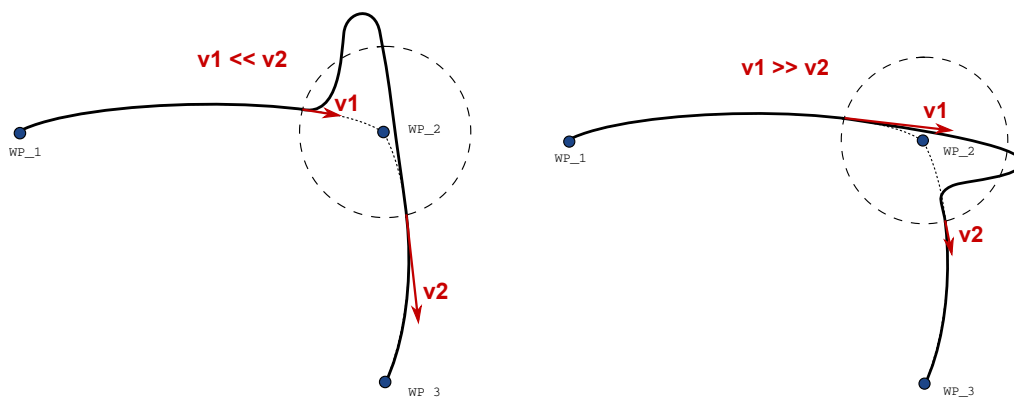

Figura 14.8: União de um espaço de articulação quando a velocidade inicial v_1 é significativamente menor do que a velocidade final v_2 ou o contrário.
As uniões de espaço de articulação simples (item 1), entretanto, podem se comportar de uma forma que é menos intuitiva, pois o robô tentará atingir uma trajetória a mais suave possível no espaço de articulação considerando os requisitos de velocidade e tempo. Por isso, elas podem se desviar do curso especificado pelo ponto de rota. Este é justamente o caso quando existem diferenças significativas na velocidade da articulação entre as duas trajetórias. *Cuidado:* se as velocidades são muito diferentes (por exemplo, ao especificar definições avançadas – quer de velocidade ou de tempo – para um determinado ponto de rota) isso pode resultar em grandes desvios da trajetória original como mostrado na figura 14.8. Se você precisar unir diferentes velocidades e não pode aceitar esse desvio, considere fazer a união no espaço cartesiano utilizando **Movimento L**.